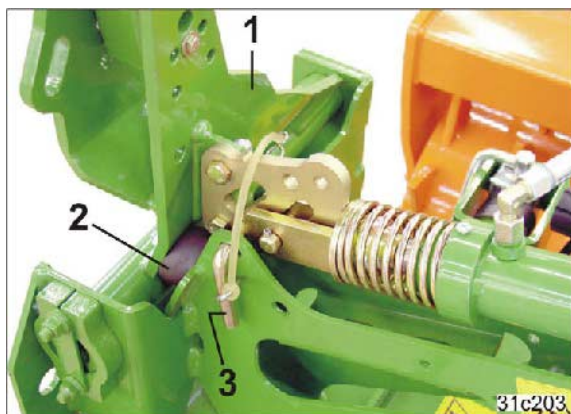

Fig. 129
4. Trykk spormarkørutleggeren (Fig. 129/1) mot gummibufferen (Fig. 129/2) og fjern sikringsbolten (Fig. 129/3).